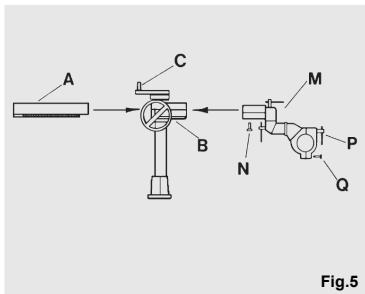

Fig.5
Då man en gång fixerat stödet till arbetsbänken så kvarstår bara att montera dit matarverket genom att använda den avsedda manschetten (M) (se Fig.5) monterad på stödets ytterlighet.